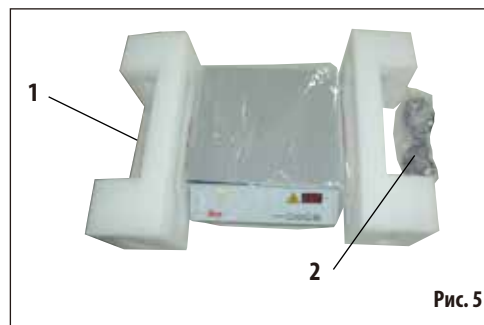

Рис. 5
Осторожно возьмите прибор одной рукой, снимите вкладки из пеноматериала (рис. 5) и удалите пылезащитную крышку.
- Вставьте коннектор кабеля питания (рис. 5, 2) в соединительное гнездо (4), а вилку – в розетку.